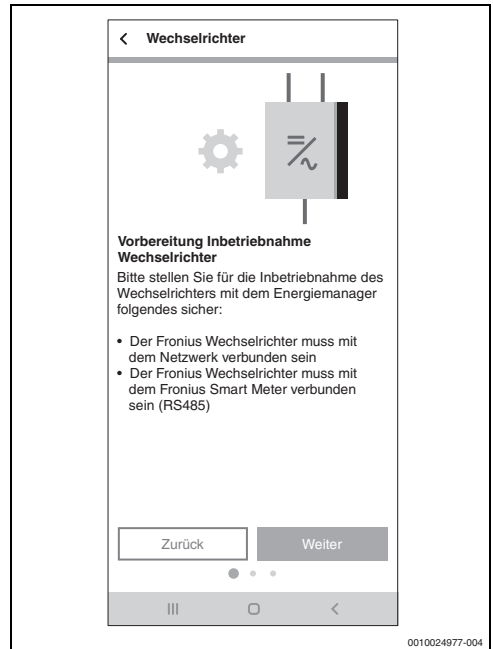

Bild 29 Wechselrichter verbinden
1. Die Informationen auf den ersten beiden Screens aufmerksam durchlesen (→ Bild 29).